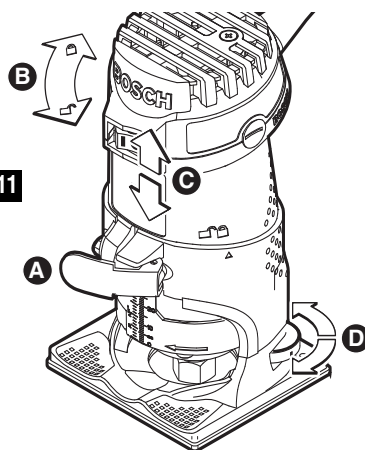

FIG. 11
3. Ouvrez le levier de serrage. Fig. 11(A)
4. Faites tourner le moteur d'environ 1/4 po dans le sens des aiguilles d'une montre jusqu'à ce que le triangle unique sur l'embase soit aligné avec le symbole « déverrouillé » sur le moteur. Fig. 11(B) (veillez à ce que l'indication sur l'embase soit alignée avec la ligne sous le symbole « déverrouillé » situé sur le moteur ; sinon la toupie risquerait d'être endommagée).
5. Abaissez lentement le moteur jusqu'à ce que le fer de la toupie entre en contact avec l'ouvrage. Fig. 11(C)
7. Abaissez le moteur jusqu'à ce que la valeur d'échelle cible soit atteinte. Fig. 11(C)
8. Faites tourner le moteur d'environ 1/4 po dans le sens des aiguilles d'une montre jusqu'à ce que le triangle unique sur l'embase soit aligné avec le symbole « verrouillé » sur le moteur. Fig. 11(B)
9. Fermez le levier de serrage. Fig. 11(A) Vérifiez toujours que le moteur est bien assis dans l'embase (la tension du levier de serrage peut être modifiée à nouveau en ajustant l'écrou).
1. Ouvrez le levier de serrage. Fig. 11(A)
2. Réglez la profondeur de coupe souhaitée à l'aide de la molette striée située à l'arrière de l'embase. Fig. 11(D)
4. Fermez le levier de serrage. (Fig. 11(A). Vérifiez toujours que le moteur est bien assis dans l'embase. La tension du levier de serrage peut être modifiée en ajustant l'écrou (veuillez vous reporter à la section ci-dessous intitulée « Fixation du moteur »).